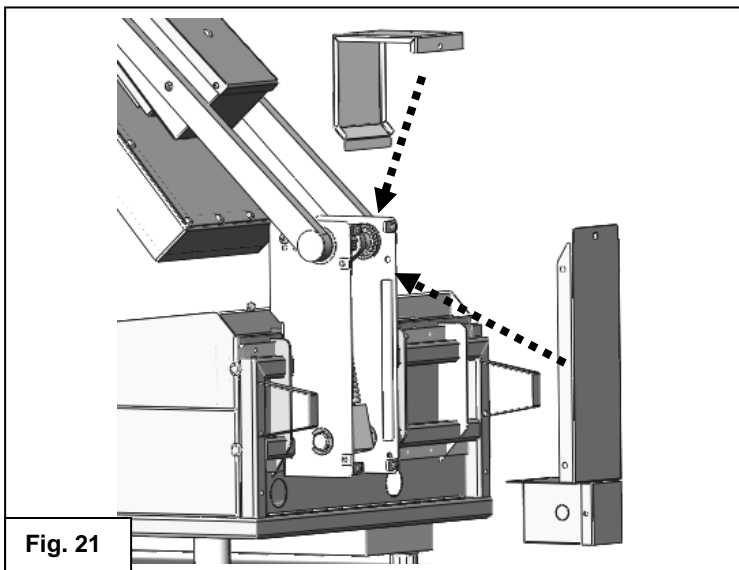

Fig. 21
23. Reinstall the top and rear spring armature covers. Fig. 21
23. Remettez en place le couvercle des ressorts supérieur et arrière. Fig. 21.